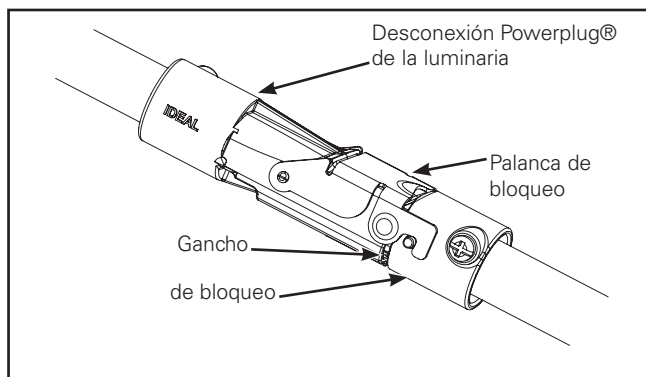

Figura 6.
- La palanca de enganche en la desconexión rápida debe quedar enganchada como se muestra en la imagen (Figura 6.).